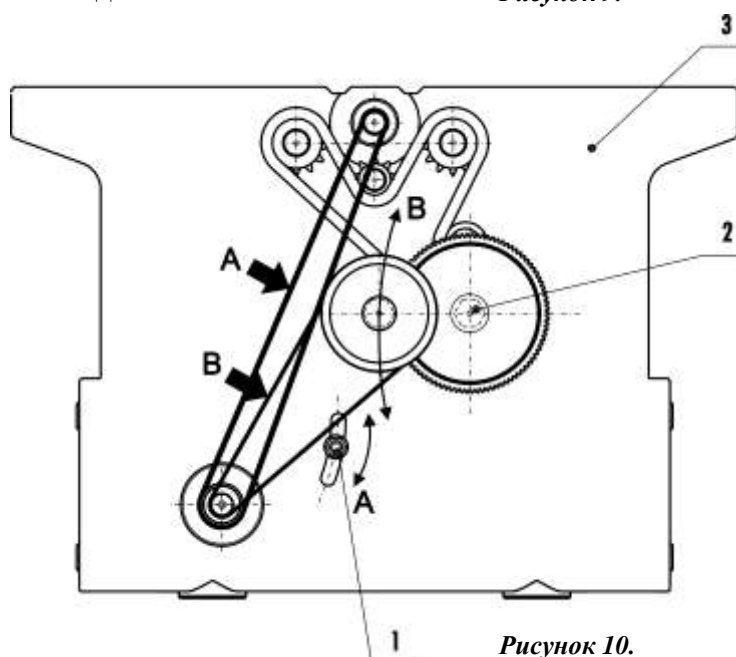

Рисунок 10.
- для натяжения ремня **A** (рис. 10) привода ножевого барабана следует ослабить гайку **1**, а также две гайки крепления редуктора **2**, которые находятся на внутренней части стенки **3**;